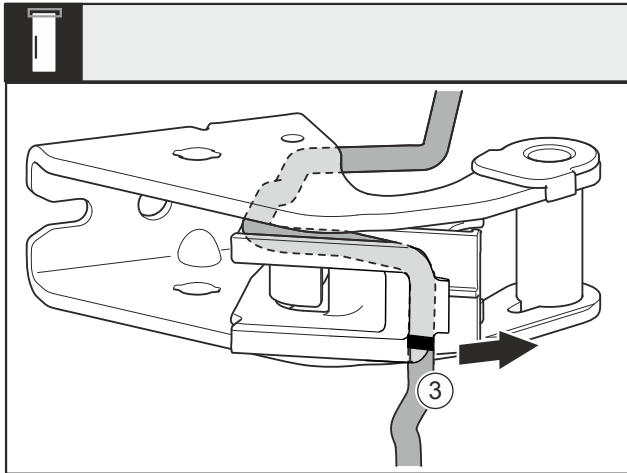

Fig. 17
- Démonter le câble du support de palier avec le support de câble Fig. 17 (3).